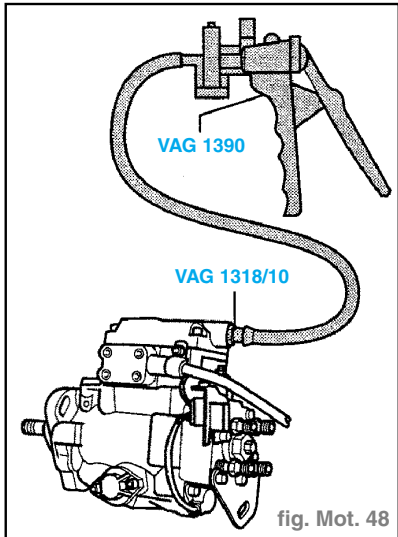

fig. Mot. 48
- Remplir la pompe d'injection avec du gazole en procédant comme suit (fig. Mot. 48).